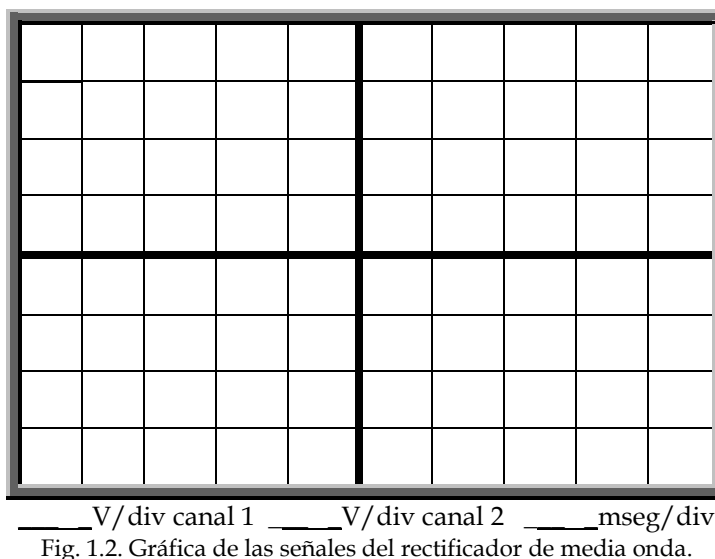

Fig. 1.2. Gráfica de las señales del rectificador de media onda.
- b) Mediante el osciloscopio medir el voltaje a la salida del transformador ( $V_1$ ) colocando el canal 1 del osciloscopio en los nodos 1 y 0 y medir el voltaje de salida ( $V_0$ ) colocando el canal 2 en los nodos 2 y 0. Graficar las señales que se obtienen a la entrada y la salida del rectificador en la Fig. 1.2, ambos canales deben de estar en el modo de CD. De la señal del canal 1 medir el voltaje pico ( $V_P$ ) a la entrada del rectificador y de la señal del canal 2 medir el voltaje pico menos el voltaje del diodo ( $V_P - V_D$ ) y el voltaje de salida ( $V_0$ ) del rectificador, calcular el voltaje del diodo ( $V_D$ ) y la corriente de salida ( $I_0$ ) del rectificador, registrar los datos obtenidos en Tabla 1.2.